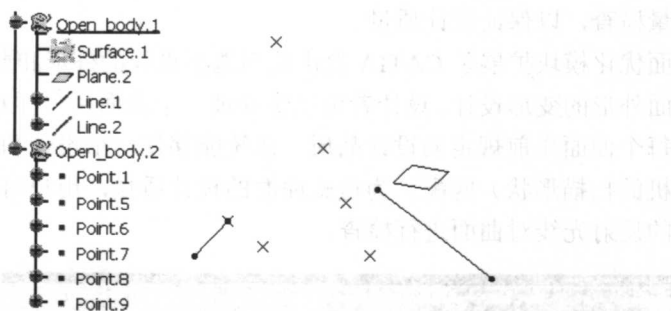

图 1-2
空间曲线(3D curve)功能^②,是在空间的一系列点上建立样条线,或者在指南针的XY平面上建立样条线。打开附带光盘中“第1章 自由曲面设计”目录下的文件3D Curve.CATPart,如图1-2所示。